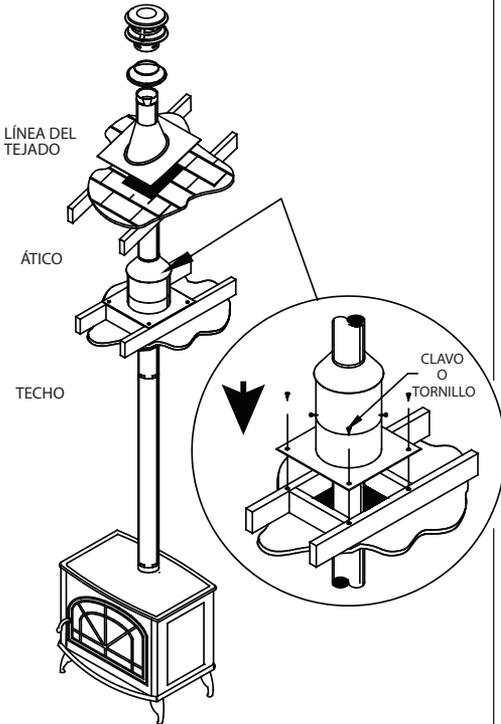

Figura 6
PelletVent Pro no requiere el uso de selladores adicionales en las uniones del tubo, pero, en determinadas circunstancias, se puede usar sellador si así lo desea. Selle la superposición del recubrimiento interno en el extremo macho del tubo para lograr mejores resultados (**Figura 6**)
G. Cuando PelletVent Pro ingrese en el ático, instale un protector de aislamiento para ático alrededor de la ventilación (**Figura 6**). Esto evitará que el aislamiento y la suciedad se acumulen cerca del tubo de ventilación. Use (4) clavos o tornillos para madera para fijar la base del protector de aislamiento para ático a la abertura enmarcada. Ajuste la altura del protector de aislamiento para ático deslizando la protección cilíndrica superior sobre aquella en la base. Asegúrese de que la parte superior de la protección esté por encima del nivel del aislamiento del edificio. Fije la protección en su lugar con al menos dos (2) tornillos para láminas de metal a través del costado de la protección cilíndrica. Anexe el collarín alrededor del tubo y, luego, baje a la parte superior del protector de aislamiento para ático.